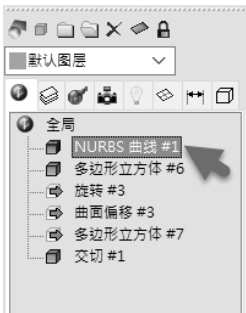

图 7-53 在全局浏览器中找到源对象 NURBS 曲线
3) 除了调整 PolyNURBS 曲面，还可以对 NURBS 曲面进行进一步调整。例如，可在全局浏览器中找到最开始创建的 NURBS 曲线，如图 7-53 所示。